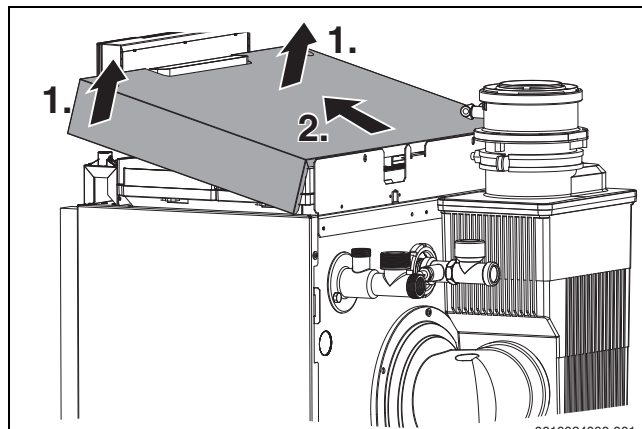

Bild 34 Kesselhaube abnehmen
- Kesselhaube im vorderen Bereich nach oben anheben und dann nach vorne abnehmen (→ Bild 34).